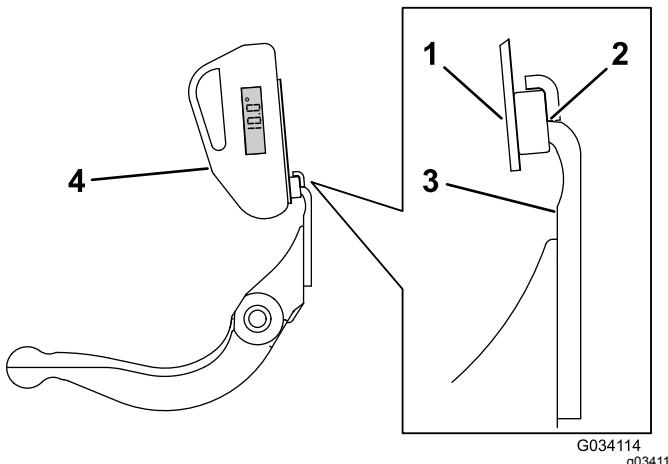

図 13
3. 傾斜計のマウントをベッドナイフのエッジに合わせ、マグネットのエッジとベッドナイフのエッジを密着させる 図 13。
4. 図 13に示すように、マウントの上に傾斜計を置く。